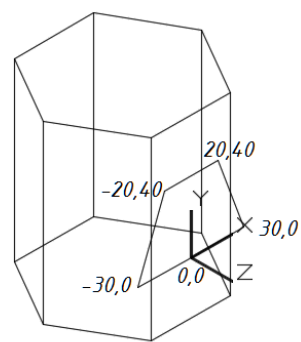

Рис. 22
- 4) рассчитать абсолютные координаты точек выреза по варианту согласно форме отверстия относительно точки 0,0 (начертить на бумаге форму выреза с координатами вершин) – рис. 22;